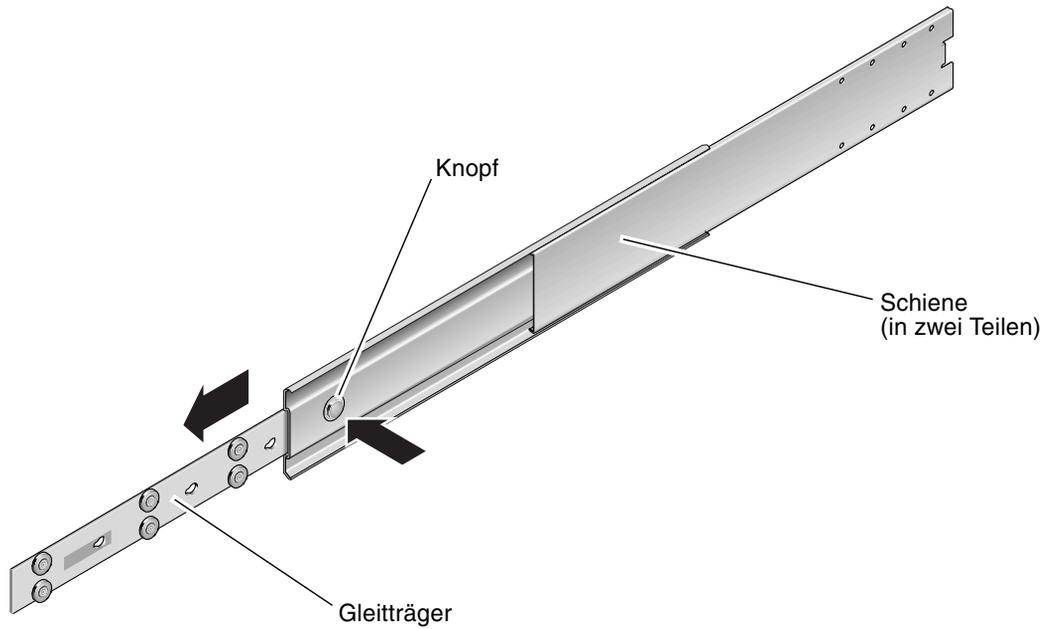

ABBILDUNG 3-8 Ausbauen der Schiene
4. Drücken Sie den Knopf an beiden Schienen ein und ziehen Sie anschließend den Gleitträger vollständig aus der Schiene (ABBILDUNG 3-8).